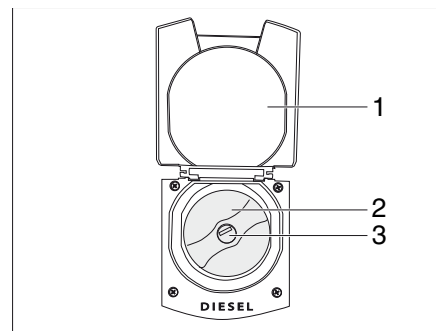

Bild 40 Geöffnete Verschlussklappe mit Kraftstoff-Einfüllstutzen
- Verschlussklappe (Bild 40,1) schließen.